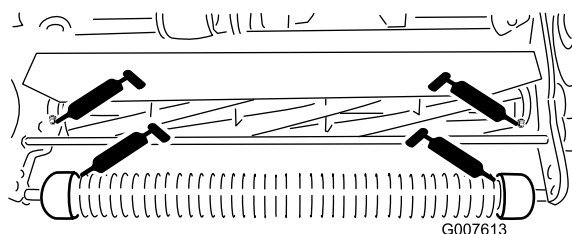

Figure 18
- 2 sur le rouleau avant (Figure 18)
- 2 sur les roulements de cylindre (Figure 18)